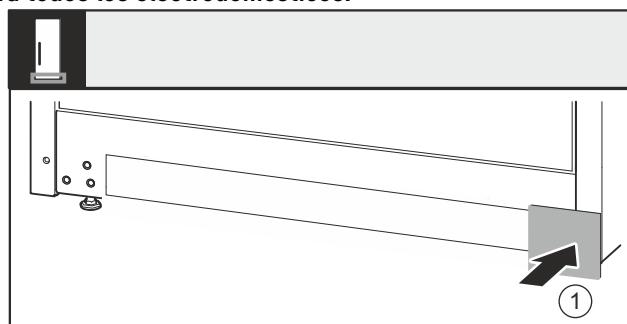

Fig. 38
- ▶ Vuelva a colocar la cubierta Fig. 38 (1) en el otro lado.